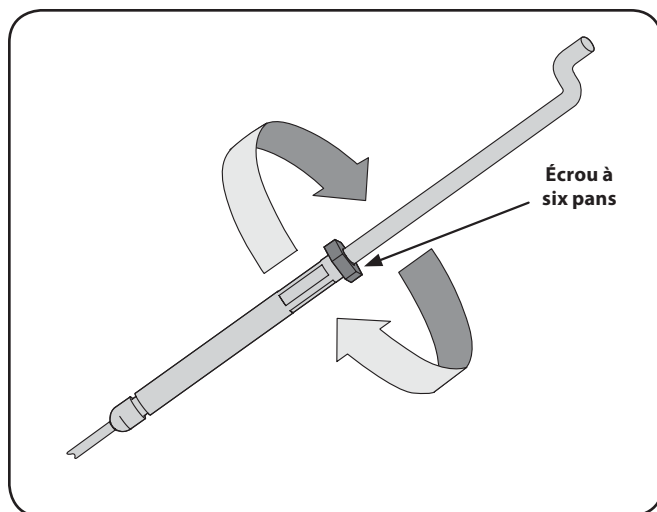

Fig. 6-4
4. Resserrez le contre-écrou contre le collier du câble. Voir la Fig. 6-4.